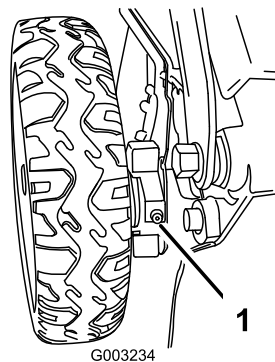

Figura 48
1. Con un cencio pulito tergete i raccordi d'ingrassaggio, situati appena all'interno delle ruote posteriori (Figura 48).